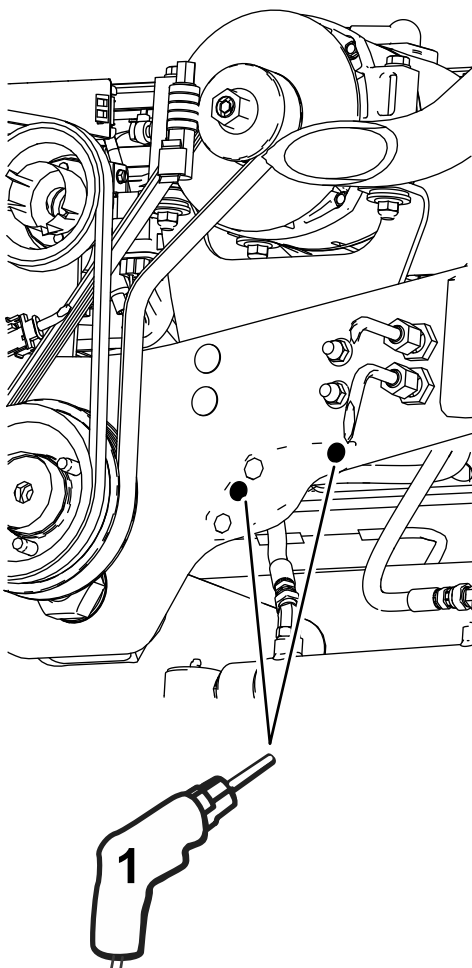

Figura 3
7. Realice 2 taladros (13/32") en los lugares perforados (Figura 3).